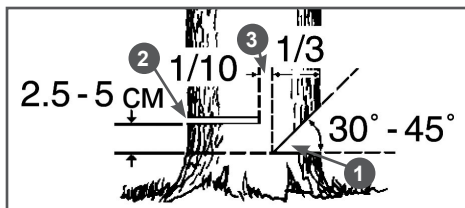

Рис.13 Расположение запила, пропила и недопила
9. Выберите направления падения дерева, для этого следует учесть силу и направление ветра, естественный наклон дерева, равномерность распределения веток в кроне дерева. Начните пилить с той стороны дерева, куда оно должно упасть (Рис.13).
Ни в коем случае не допиливать до конца недопил (3) Рис. 13, так как вы не сможете контролировать направление падения дерева.